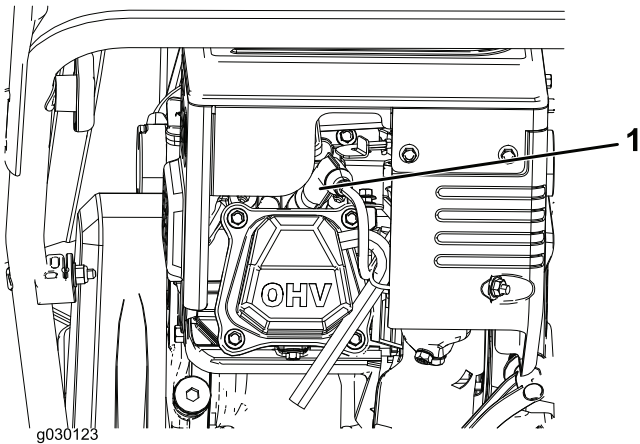

Bild 24
1. Entfernen Sie die Kappe (Bild 24).